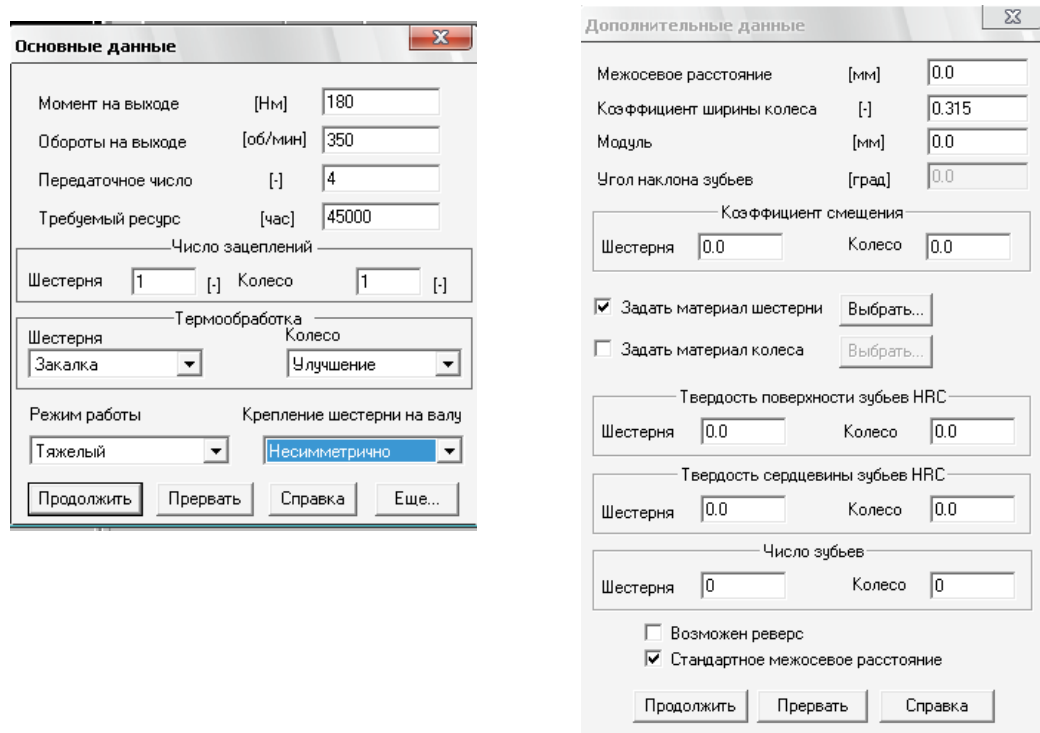

Рисунок 4 – Окна основных и дополнительных исходных данных.
5. Задать основные исходные данные (см.таблицу 1.1) в полях ввода диалогового окна «Основные данные» рисунок 4.
6. Нажав в нижней части диалогового окна «**Основные данные**» кнопку «**Ещё**», ввести в соответствующие поля ввода открывающегося диалогового окна «**Дополнительные данные**» необходимые значения рисунок 4.